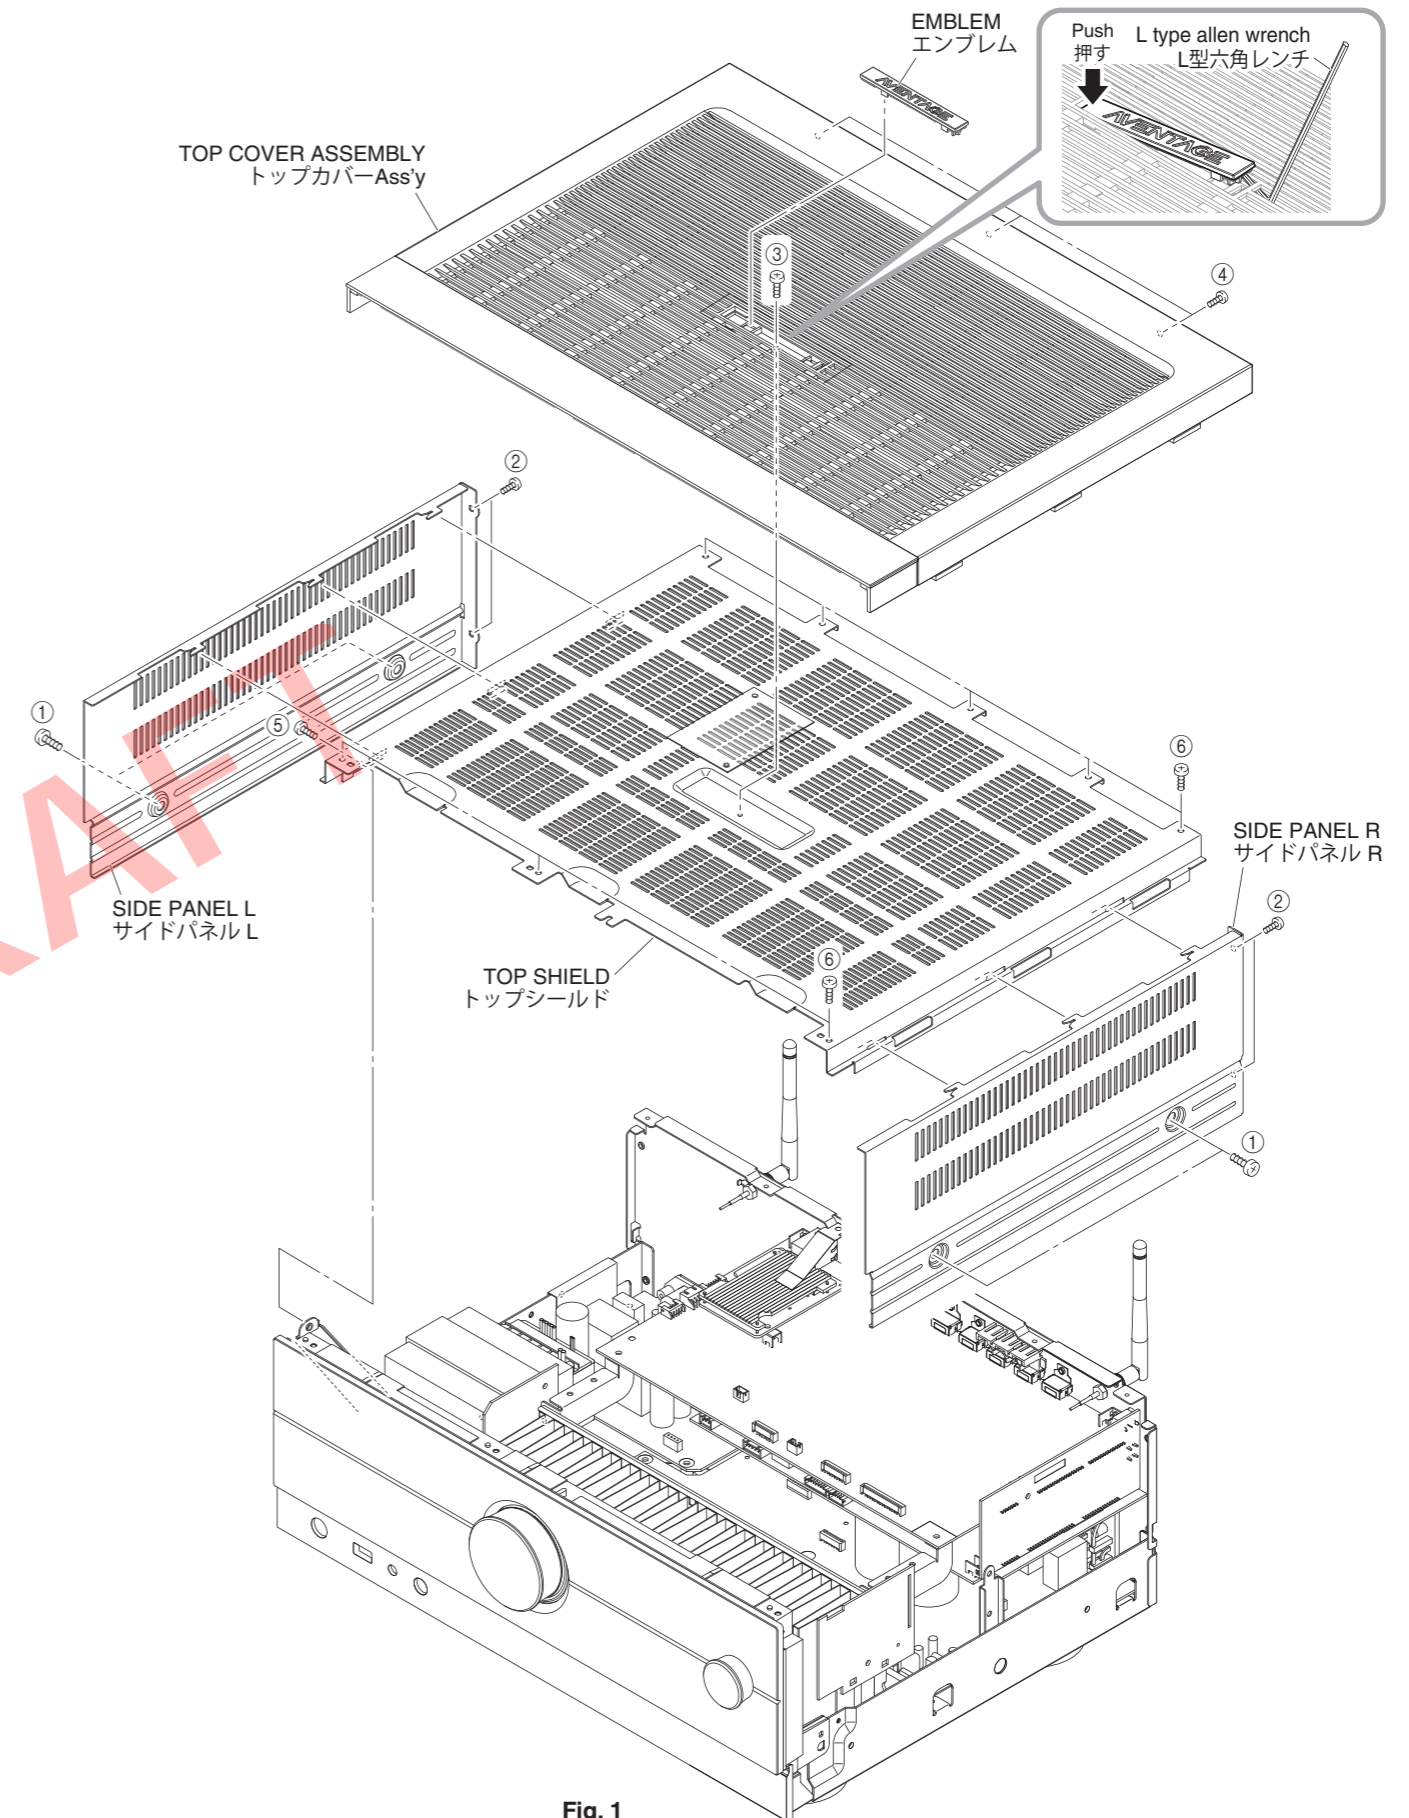

Fig. 1
1. Removal of SIDE PANEL L and SIDE PANEL R (Fig. 1)
- Remove 4 screws (①) and 4 screws (②).
2. Removal of TOP COVER ASSEMBLY and TOP SHIELD (Fig. 1)
- Remove screw (③) and 3 screws (④), and then slide the TOP COVER ASSEMBLY backward to remove it.
- Remove screw (⑤) and 8 screws (⑥), and then remove the TOP SHIELD.
1. サイドパネルL、サイドパネルR、の外し方 (Fig. 1)
- ①のネジ4本、②のネジ4本を外します。
2. トップカバー Ass'y、トップシールドの外し方 (Fig. 1)
- ③のネジ1本、④のネジ3本を外し、トップカバー Ass'y を後方にスライドさせて外します。
- ⑤のネジ1本、⑥のネジ8本を外し、トップシールドを外します。